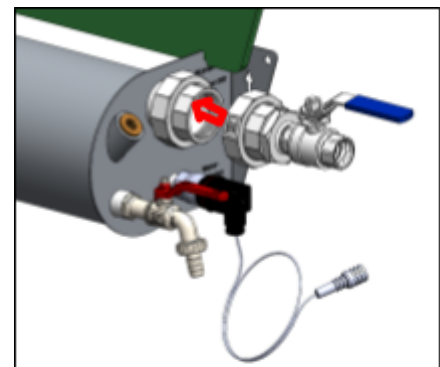

Figure 10.
- o Positionnez le robinet à boisseau sphérique de manière à ce que la poignée, en position ouverte, soit orientée à l'opposé du réservoir de mélange. Voir figure 10.